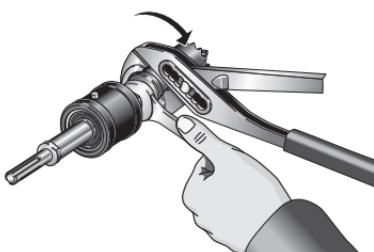

Figura 15 – Extracción de la sierra sacabocados
2. Afloje la sierra sacabocados y retírela. Vea la Figura 15.